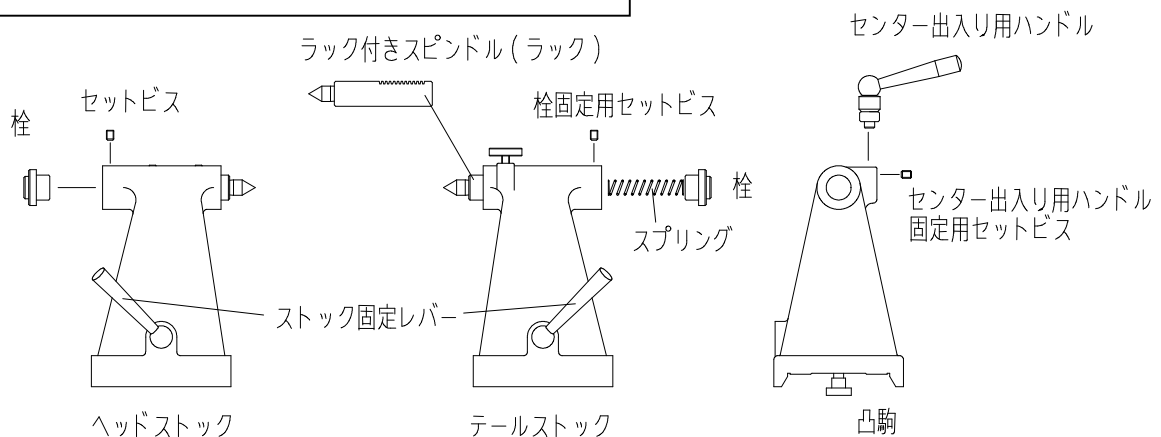

図3, 凸駒 ・ センター出入り用ハンドルの調整
- ① 図3のように栓固定用セットビスを緩めて栓を取り外してください。